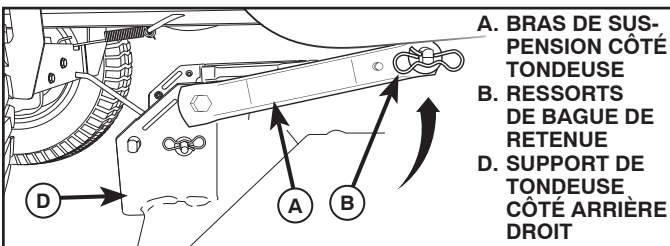

Fig. 12
6. ATTACHER LES BRAS DE SUSPENSION (A) CÔTÉ TONDEUSE AU CHÂSSIS (Voir la Fig. 12)
- Mettre le trou avant du bras de suspension (A) sur la goupille sur l'extérieur du châssis du tracteur et fixer avec la grande rondelle et la grande retenue à ressort (B).